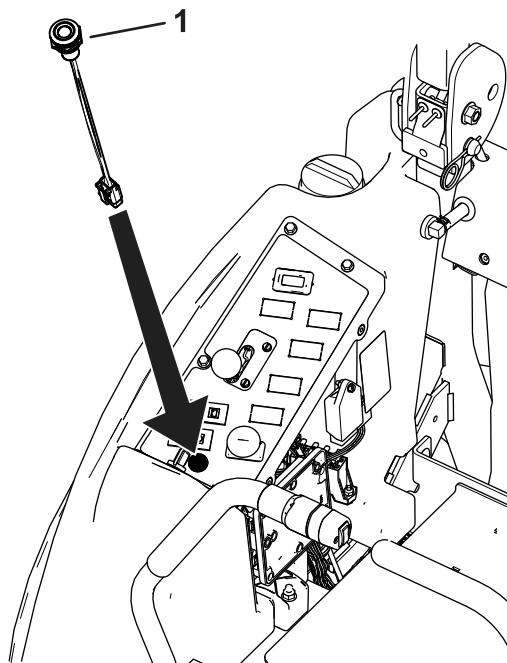

Figure 7
13. Installez le témoin sur le haut de la console (Figure 7).